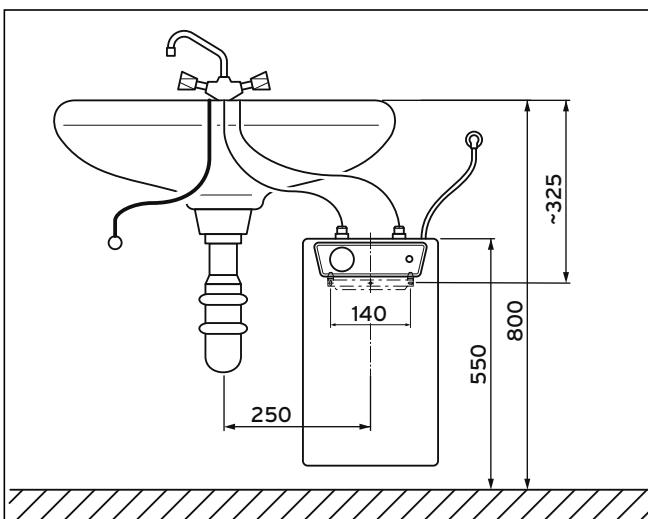
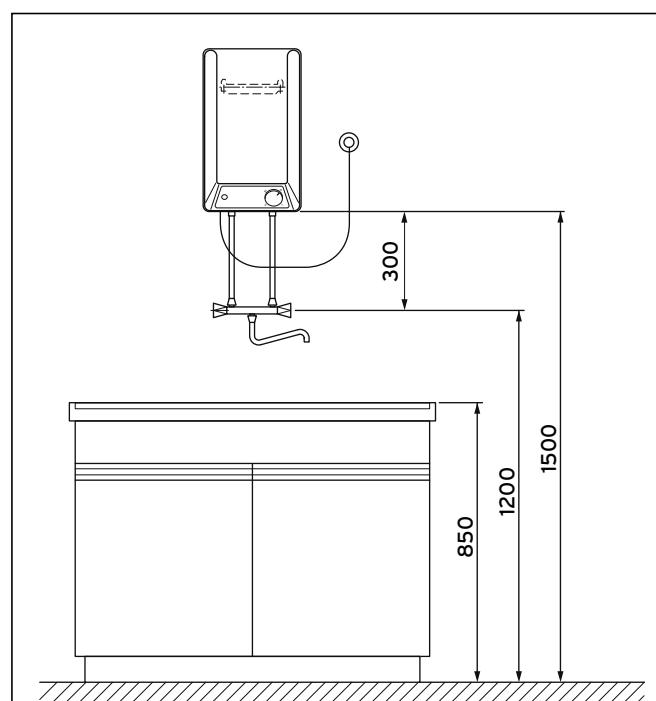

Fig. 4.3 Exemple d'installation VEN 10/5 U
Fig. 4.5 Exemple d'installation VEN 10/5 O
- Le ballon d'eau chaude sanitaire doit être monté qu'à la verticale sur un mur qui est d'aplomb (→ **Fig. 4.3**, **Fig. 4.5**).